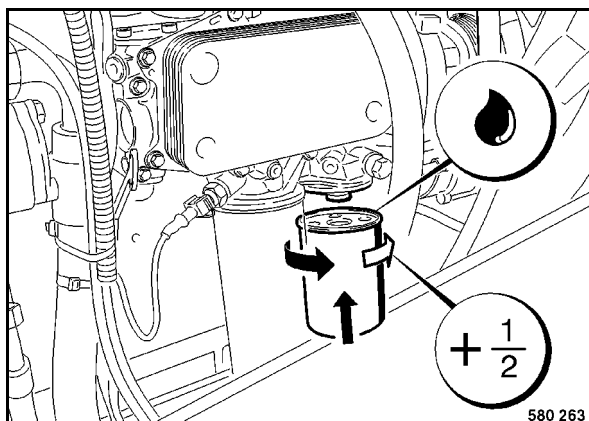

fig. 107
- Enduire légèrement d'huile le joint en caoutchouc (fig. 107) de la nouvelle cartouche filtrante.